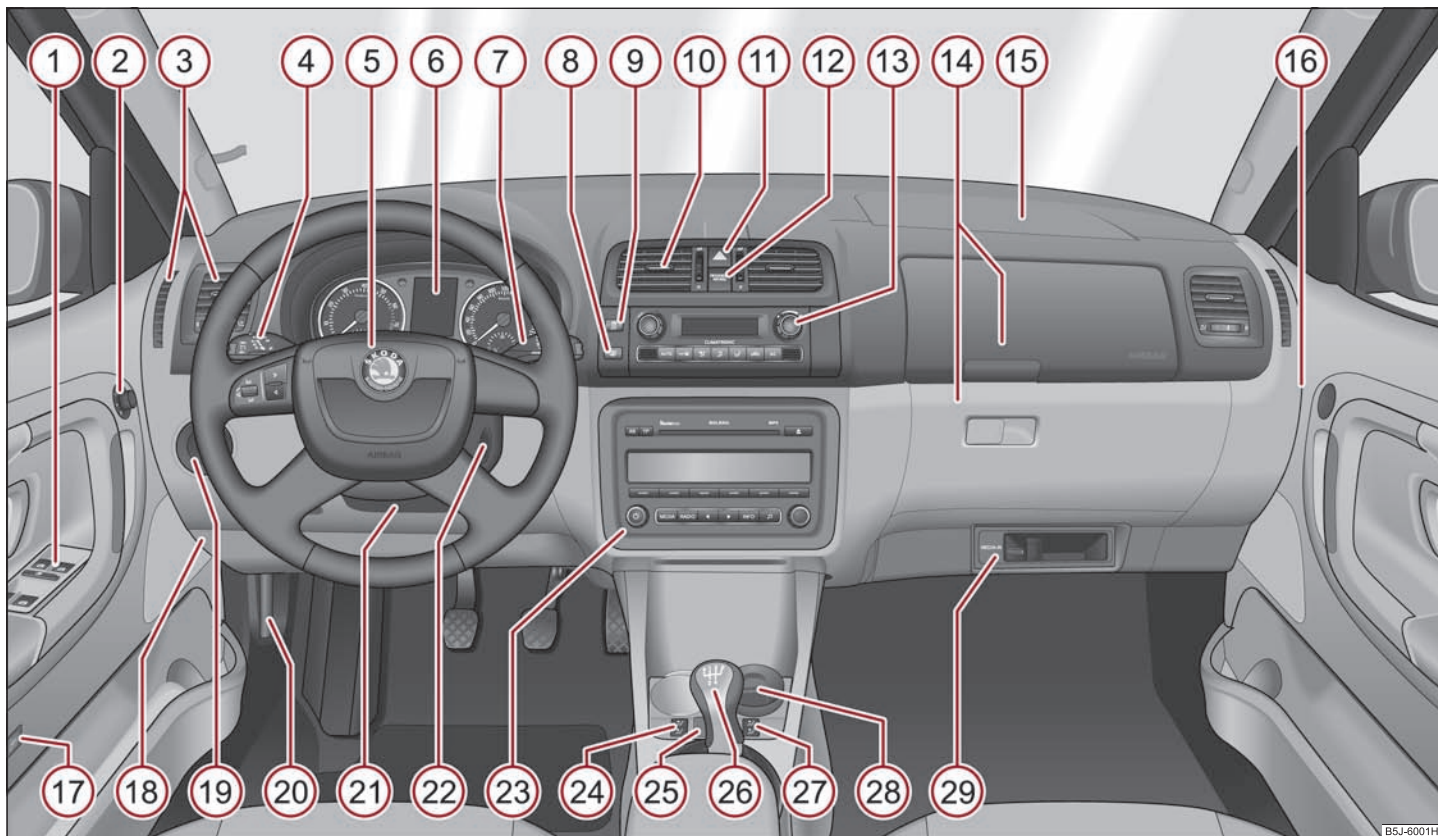

Fig. 1 Unele echipamente prezentate în imagine aparțin numai anumitor modele de autovehicule sau sunt echipamente suplimentare.
- La autovehiculele cu volanul pe dreapta ordinea aranjării elementelor de comandă diferă parțial față de ordinea prezentată în ⇒ pagina 8, fig. 1. Simbolurile sunt totuși aceleași. ■